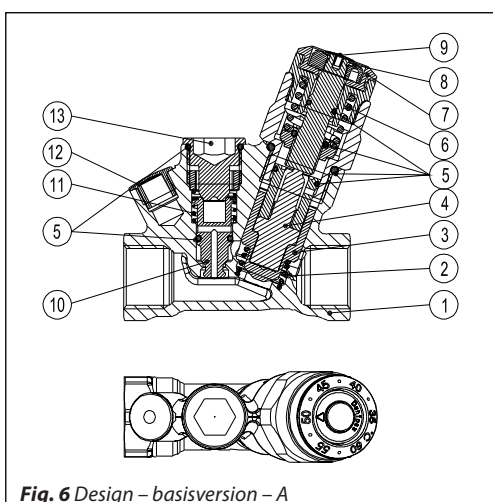
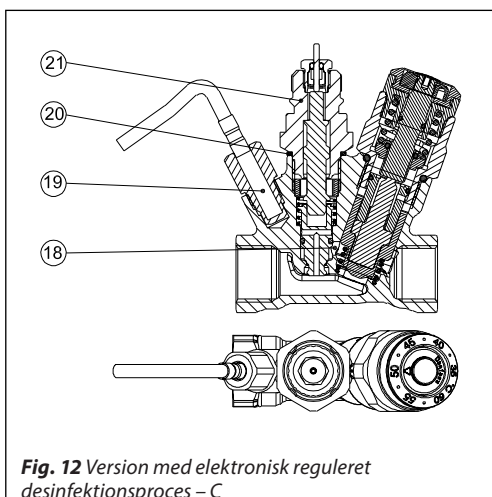

Fig. 6 Design – basisversion – A
Fig. 12 Version med elektronisk reguleret desinfektionsproces – C
MTCV - er en termostatisk selvvirkende, proportional ventil. Et termoelement (fig. 6 elem. 4) er placeret i ventilkeglen (fig. 6 elem. 3) og reagerer på temperaturændringer.
En sikkerhedsfjeder (fig. 6 elem. 6) beskytter termoelementet mod at blive beskadiget, når vandtemperaturen overstiger den indstillede værdi.
Efter afmontering af proppen for desinfektionselementet (fig. 6 elem. 13) – (dette kan gøres under drift, under tryk) kan det termiske desinfektionselement monteres (fig. 9 elem. 17).
- 1-13 Som beskrevet i fig. 6
Efter fjernelse af desinfektionsproppen (fig. 6 elem. 13) kan adapteren monteres (fig. 12 elem. 21), og termomotoren TWA kan monteres.
En temperaturføler PT 1000 skal monteres i termometerhovedet (fig. 12, elem. 19). Termoaktuator og føler er tilsluttet til den elektroniske regulator CCR2+, som giver en effektiv og velfungerende desinfektionsproces i hvert cirkulationsstigrør. Hovedreguleringselementet arbejder inden for temperaturområdet 35-60 °C. Når desinfektionsprocessen/termovandbehandlingen starter, regulerer CCR2+ flowet gennem MTCV ved hjælp af termoaktuatorer TWA. Fordelene ved en elektronisk reguleret desinfektionsproces med CCR2+ er: